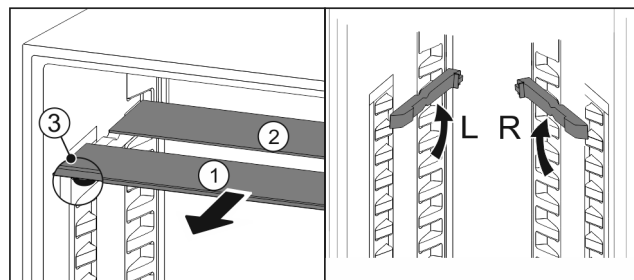

Fig. 121
- Trekk glassplatene enkeltvis fremover og ut Fig. 121 (1).
- ▷ Glassplate Fig. 121 (1) med pyntelist ligger foran.
- ▷ Stoppere Fig. 121 (3) peker nedover.